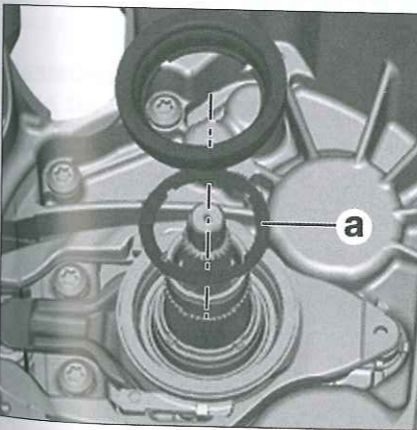

Fig. 11
- Colocar el tope pequeño del embrague con la arandela medida (a) (Fig.11).